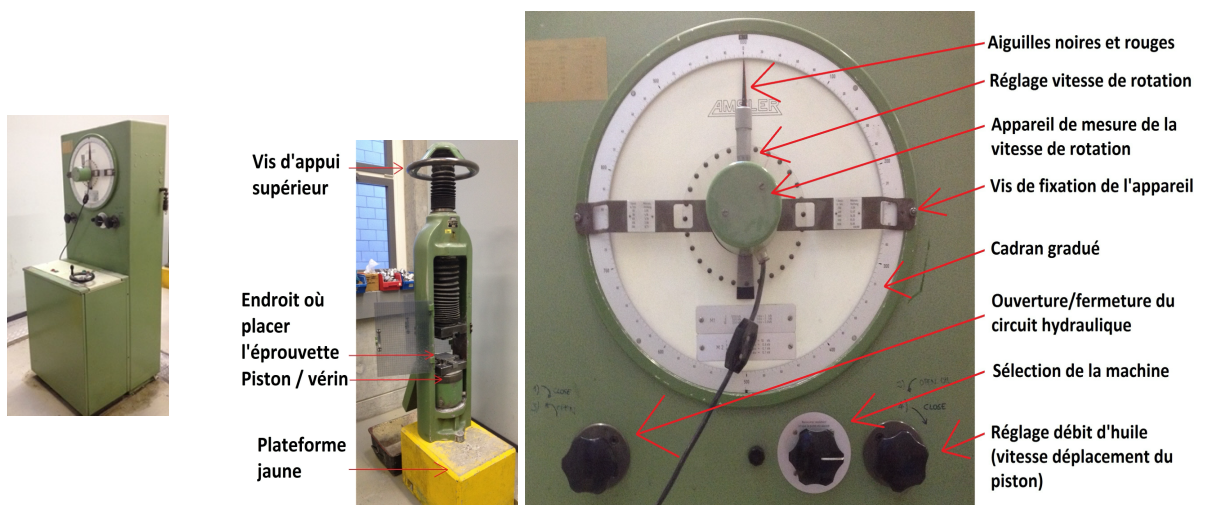

Figure 2 – Machine de compression. A gauche partie commandes, au centre partie presse et à droite zoom sur le cadran
La machine de compression est présentée sur la figure 2
- Repérez l'emplacement de la machine de compression grâce à la figure 2.